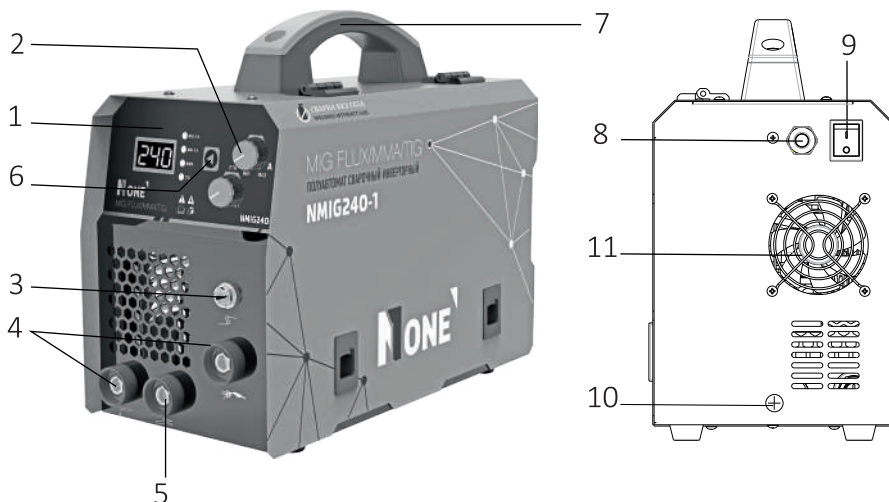
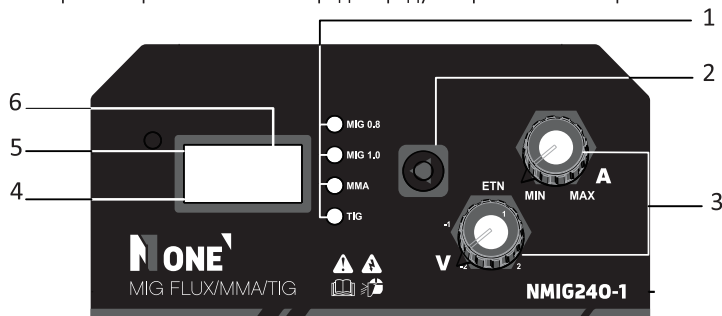

Рис. 1
Рис. 2
Для начала работы выберите необходимый режим сварки нажав на кнопку (рис. 2, поз. 7), в зависимости от используемой сварочной проволоки или электродов предусмотрено несколько режимов:
- силовой провод с электродержателем должен подключаться к разъему «+» (рис. 1, поз. 5), за исключением случаев использования кислотных электродов (перед подключением необходимо ознакомиться с информацией на упаковке с электродами);
- силовой провод с зажимом подключается к разъему «-» (рис. 1, поз. 6), а зажимом крепиться как можно ближе к месту сварки.
- сварочная горелка NoGas подключается к разъему (рис. 1, поз. 4) на передней панели, в данном случае полярность определяется подключением силового кабеля с зажимом к клеммам «+» или «-».
При сварке **MMA** электрод необходимо зажимать в электрододержателе силового кабеля, поставляемого в комплекте с инвертором, подключите данный кабель к быстрозажимному разъему «+» или «-» (рис. 1 поз. 5, 6) в зависимости от типа электродов.
- После подключения сварочного инвертора к сети, для включения необходимо перевести выключатель (рис. 1, поз. 10) в положение «вкл.», после чего загорится индикатор включения (рис. 2, поз. 4).
- Выбор режима MMA устанавливается нажатием на кнопку выбора режима сварки (рис. 1, поз. 7), при этом загорится соответствующий индикатор выбранного режима работы.
Необходимое значение сварочного тока можно установить с помощью регулировки (рис. 1, поз. 2).